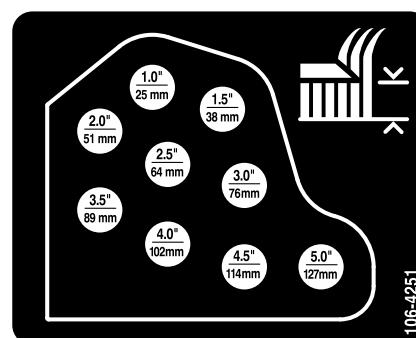

Figure 19
- Montez les chaînes de hauteur de coupe dans le trou correspondant à la hauteur de coupe voulue (Figure 19) à l'aide de l'axe de chape et de la goupille fendue.